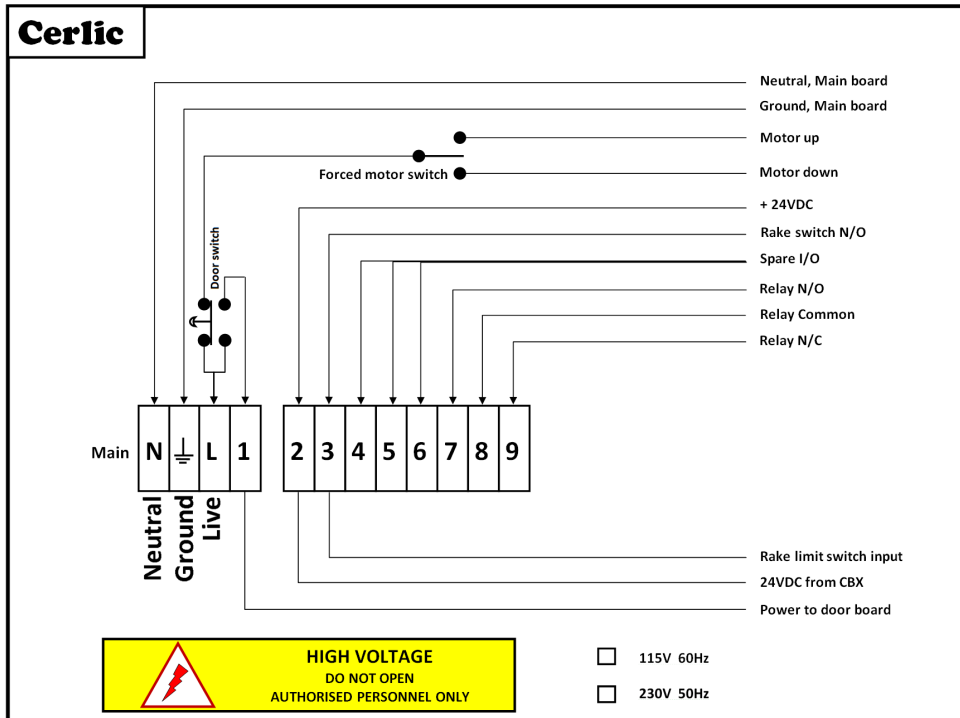

fig 16
CBX kan installeras i en miljö där en rörlig skrapa används. Detta ordnas praktiskt genom att en gränslägeskontakt, slutande (NO) kontakt, installeras som påverkas av skrapans rörelse. Den externa signal som genereras används för att starta provtagningen. Det är viktigt att det är helt fritt framför och bakom givaren när en mätning startas. Gränslägeskontaktens placering är avgörande för att uppnå en driftsäker provtagning. Se **kontakt 2 och 3** (Rake limit switch) i fig 16.
**Reläkontakt 4, 5 och 6 i fig 16.** Beroende på inställning på huvudkortet kan detta relä användas för att indikera fel (larm) eller pågående lodning.